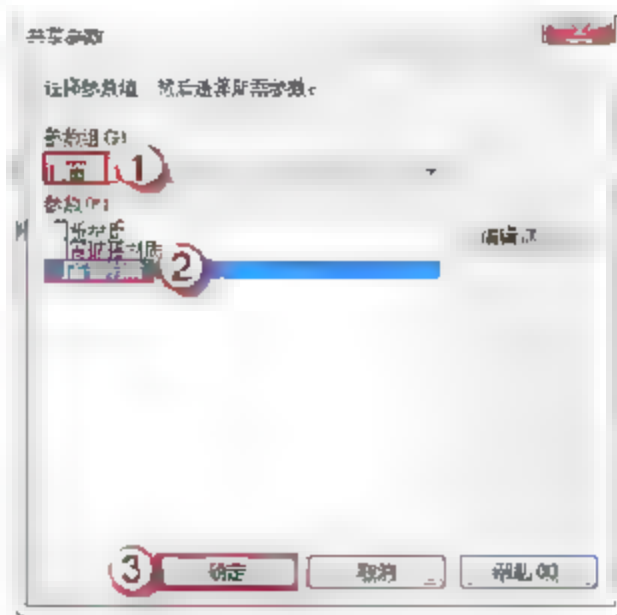

图 7.2.8 添加窗框材质
(7) 添加 MQ6596 窗框材质。在窗框的“属性”面板中，单击“材质和装饰”栏“材质”右侧的空白按钮，弹出“关联族参数”对话框，单击“添加参数(D)”按钮，弹出“参数属性”对话框。选中“共享参数”单选按钮，单击“确定”按钮，弹出“共享参数”对话框，在“参数组(G)”中选择“门窗”选项，在“参数(P)”中选择“幕墙窗框材质”选项，单击“确定”按钮，如图 7.2.8 所示。